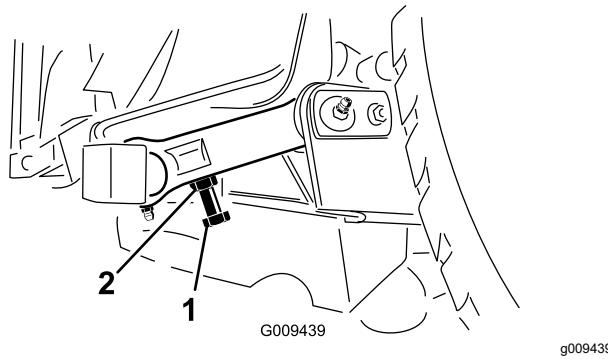

Figura 29
- Para ajustar la distancia, localice el perno de ajuste del acoplamiento basculante trasero de la unidad de corte (Figura 29).